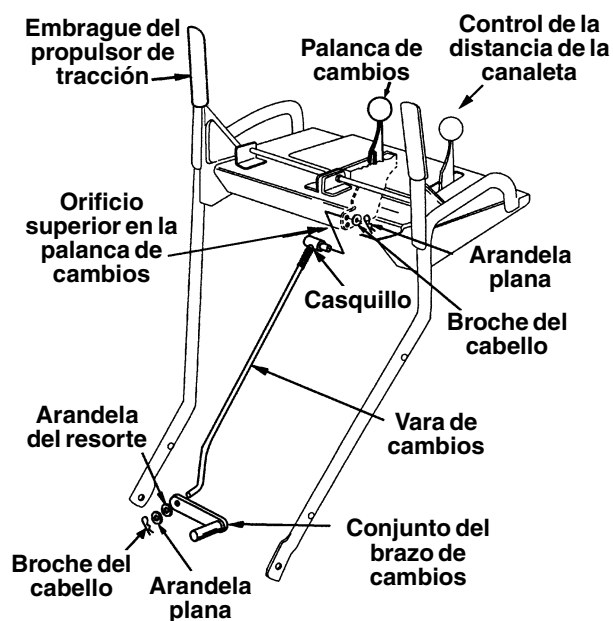

Figura 22
- Extraiga el broche del cabello y la arandela plana del casquillo debajo del panel de cambios. Extraiga el casquillo del orificio de la palanca de cambios. Vea la Figura 22.
- Coloque la palanca de cambios del panel del mango en la sexta (6) posición (todo hacia adelante).
- Enrosque el casquillo hacia arriba o hacia abajo de la vara de cambios según sea necesario hasta que el casquillo se alinee con el orificio superior de la palanca de cambios. Vea la Figura 22.